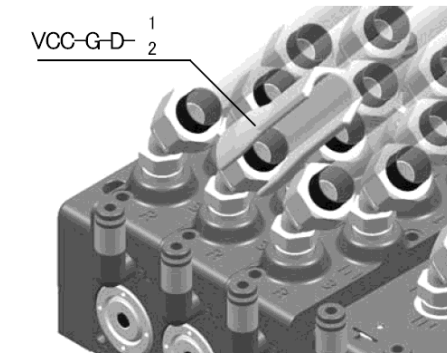

Figura 15
- Cuando conecte la tubería al racor, apriete a mano la tuerca de unión; a continuación, gírela 1,5 a 2 vueltas con la herramienta VCC-G-D-1 ó -2. Véase la Figura 15